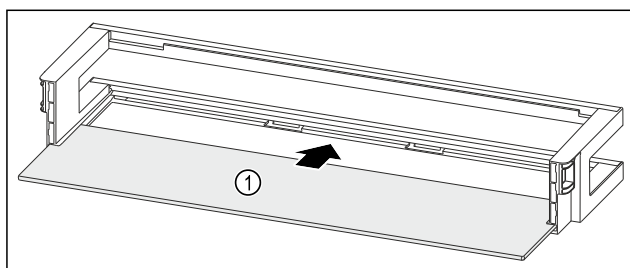

Fig. 94 Dørhylde med hylde
- ▶ Skub hylde Fig. 94 (1) ind i udsparringerne i siden.